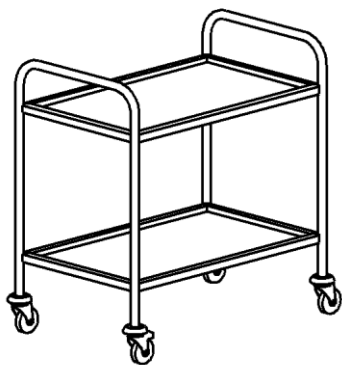
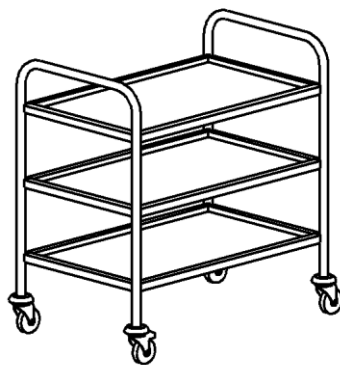

Рис. 1
Рис. 2
1.2. Тележка сервировочная разборная ТС-2, ТС-2-Э (Рис. 1) и ТС-3, ТС-3-Э (Рис. 2) изготовлена из нержавеющей стали. 1.3. Стойки выполнены из труб круглого сечения, соединенных между собой полками с углублением 15 мм.